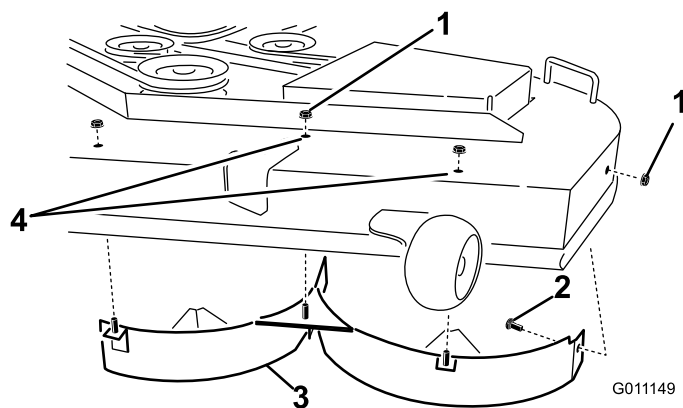

Figura 36
6. Retire las tres contratuercas (5/16 pulgada) de las clavijas soldadas del deflector izquierdo, en la parte superior de la carcasa de corte, en las posiciones centro, centro izquierda e izquierda (Figura 36). Retire el perno de cuello cuadrado y la contratuerca, situados en la pared lateral de la carcasa del cortacésped, que sujetan el deflector izquierdo a la carcasa.
7. Retire el deflector izquierdo de la carcasa de corte según se muestra en Figura 36.
8. Localice los dos pernos entre las piezas sueltas y utilice las contratuercas existentes. Instale estas fijaciones en los taladros indicados en Figura 36 de la carcasa de corte para evitar que se arrojen residuos al aire. Instale el perno desde la parte inferior de la carcasa, y sujételo desde arriba con una de las contratuercas existentes.